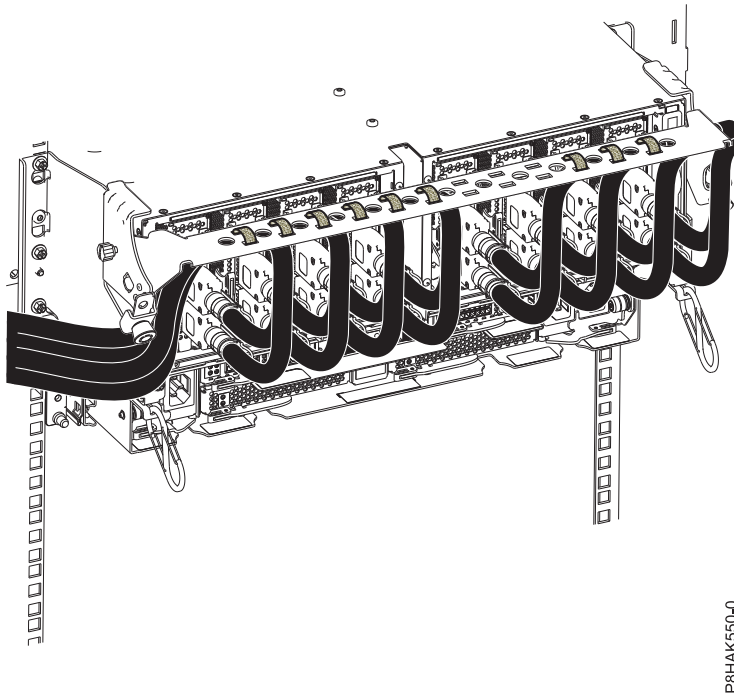

Figura 23. Cómo hacer pasar los cables por la abrazadera portacables
5. Haga pasar el CXP, los cables del cajón de expansión y los cables de entrada/salida (E/S) por la abrazadera portacables. Consulte la Figura 23 en la página 23.
- f. Utilizando cierres de velcro, haga pasar el cable sobrante y la fibra del cable por la abrazadera, tal como se muestra en la Figura 23 en la página 23.